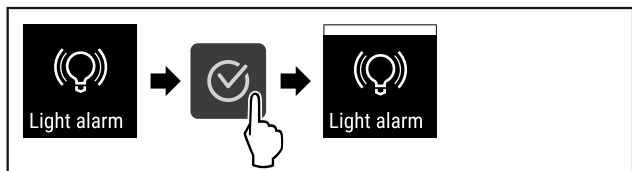

Fig. 119
- ▶ Suorita toimenpidevaiheet (katso Fig. 119) .